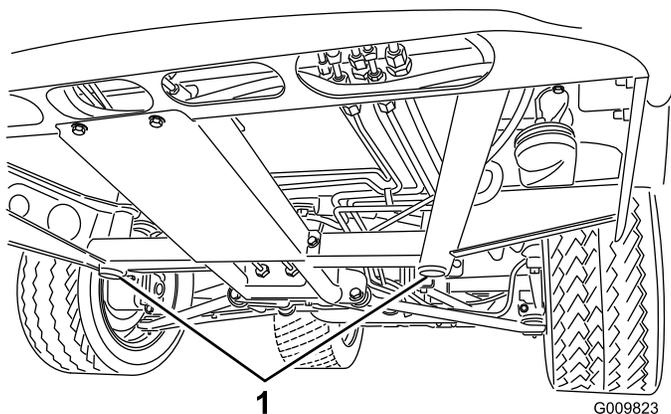
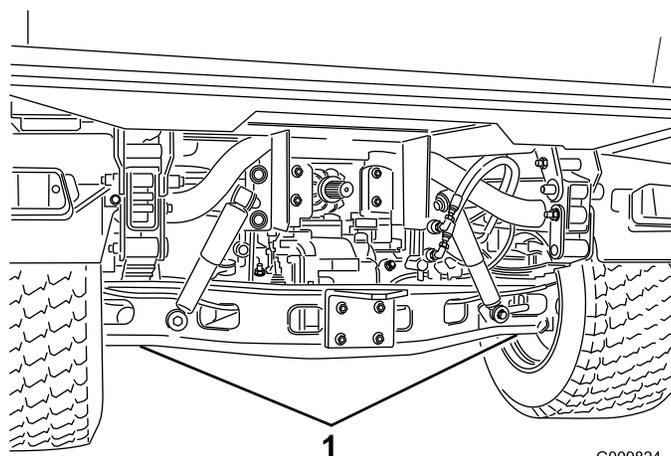

Figura 45
Figura 46
- Il punto di appoggio sul cavalletto, nella parte anteriore della macchina, si trova sotto il supporto frontale della parte centrale del telaio. Figura 45 Dietro la macchina, il punto di sollevamento si trova sotto l'assale (Figura 46).